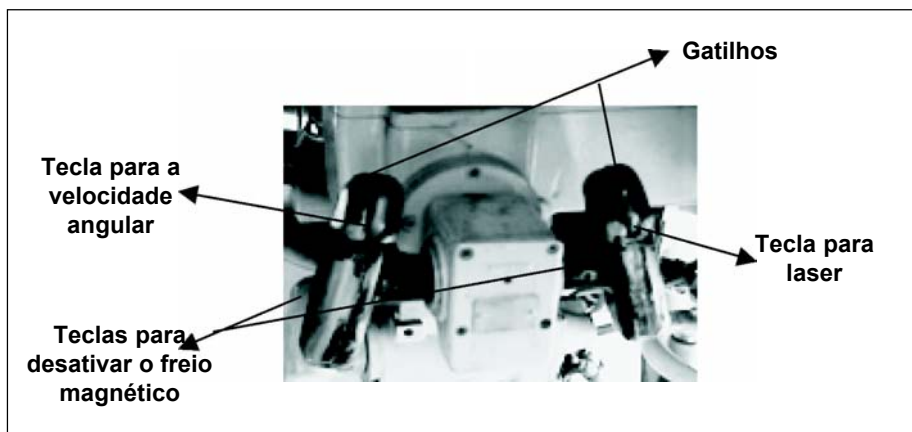

Fig 4-33. Punho de comando do atirador
**c. O punho de comando do Atirador:** (Fig 4-33)
- (1) 2 (duas) teclas para desativar os freios magnéticos e acionar o contador de horas da torre;
- (2) 2 (dois) gatilhos;
- (3) 1 (uma) tecla para a velocidade angular; e
- (4) 1 (uma) tecla para o laser